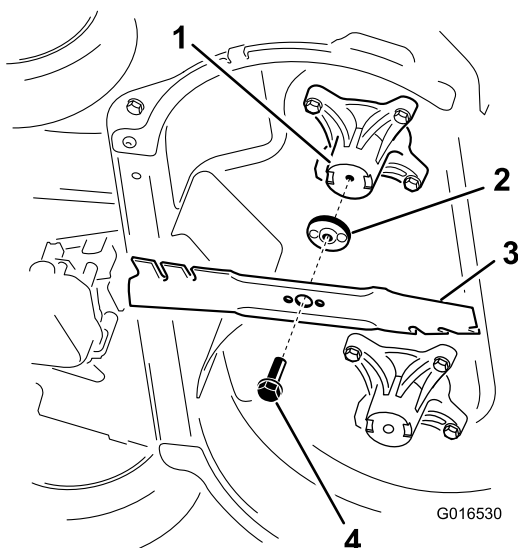

Figure 30
2. Déposez chaque lame comme montré à la Figure 30.
1. Posez la première lame de sorte qu'elle soit horizontale, avec toutes les fixations, comme montré à la Figure 30.